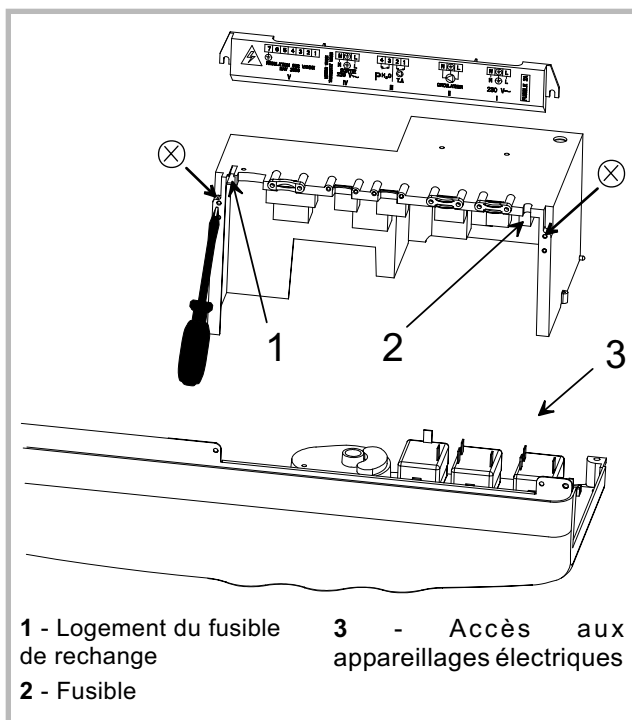

Figure 31
- Enlever les 2 vis pour déposer le capot et accéder au fusible de rechange (fig. 31).